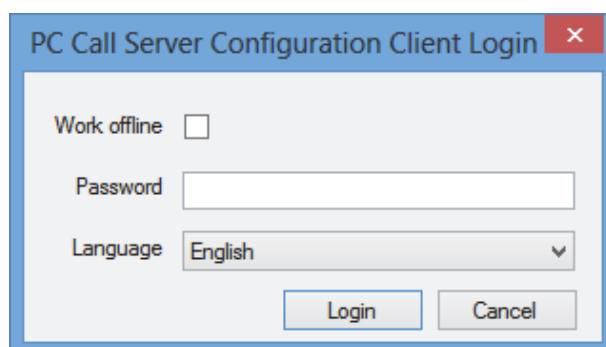

figure 61.1: PCCstConfig Login
- 2 Cliquez sur *PC Call Server Configuration Client*. Un écran semblable à celui illustré à la figure 61.1 s'affiche.